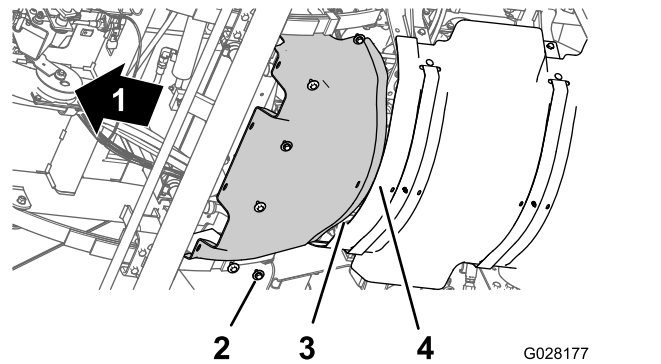

图60
1. 将前隔热罩上的后凸缘与后隔热罩上的前凸缘对齐图 60。
2. 将前隔热罩上的孔与底盘上的螺纹孔对齐图 60。
3. 使用 拆下前隔热罩 (页码 41) 的步骤 3 中卸下的 6 个六角头螺栓和 6 个垫圈图 60 将前隔热罩组装到机器上。